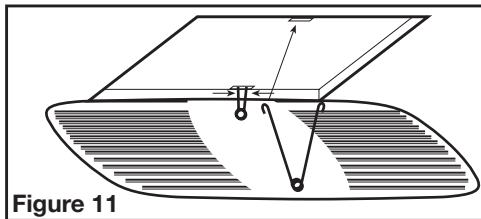

Figure 11
4. Install the grill by squeezing the two ends of the springs together and installing them up into the slots on the fan's housing. Push the grill up into position (Figure 11).
4. Installer la grille en pressant ensemble les deux extrémités des ressorts et en les installant dans les fentes du châssis du ventilateur. Pousser la grille en position (Figure 11).